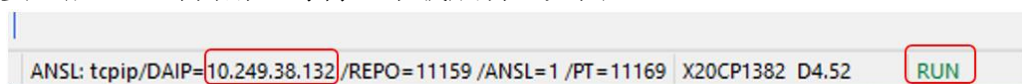
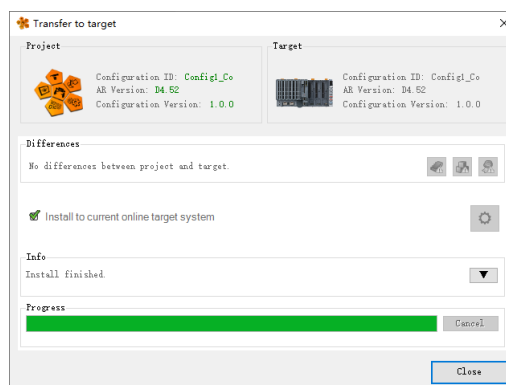

图1-47 确认设备地址及状态
图1-49 程序下载成功
23. 控制器连接成功后，在底部状态栏确认设备 IP 是否正确，设备状态是否为 RUN，见图 1-47。在 RUN 状态下，点击上方工具栏 Transfer 按钮，并在弹出窗口中点击 Transfer，确认将程序下载至控制器。程序下载过程中，控制器可能需要重启，此时需耐心等待至下载成功，如图 1-49。